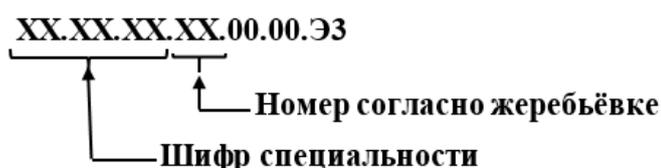

Рисунок 1
1. Схема электрическая принципиальная ТП1, ТП2 (рисунок 1).